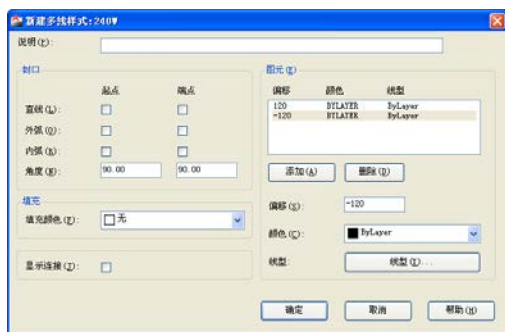

图 15.12 设置 240W 多线样式参数
(2) 单击“继续”按钮，弹出“新建多线样式：240W”对话框，设置图元的偏移为 120 和 -120，结果如图 15.12 所示。设置完毕，单击“确定”按钮，完成多线样式的创建。